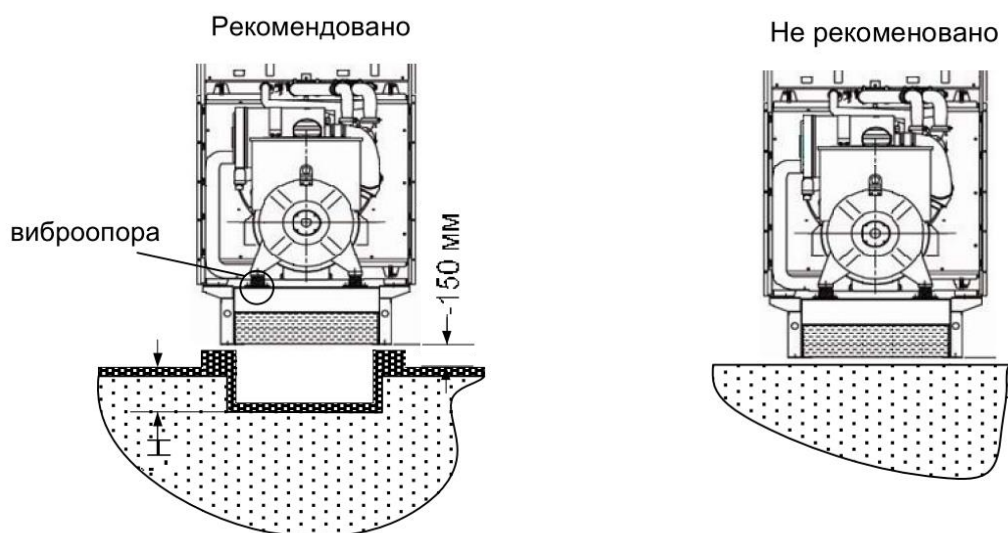

Рис. 4.
4.5.1. Основание: наилучшим основанием для монтажа является блок усиленного бетона. Основание должно обеспечивать жёсткую поддержку генераторной установки для предотвращения качения и ударов. Стандартный бетонный блок толщиной 150-200 мм с площадью не меньше площади платформы установки. Земля под блоком должна выдерживать вес блока и установки. (Если генератор устанавливается над землёй, конструкция здания должна выдерживать вес машины, топливного бака, дополнительных устройств и т.д.) Здание должно соответствовать строительным нормам. Если на земле сыро (как в бойлерных помещениях), основание должно находиться выше уровня земли (~ 150 мм) для безопасности электрических соединений, обслуживания и уменьшения коррозии металла платформ. Не устанавливайте ДГУ на песчаный грунт или глину без бетонного блока [Рис. 4].